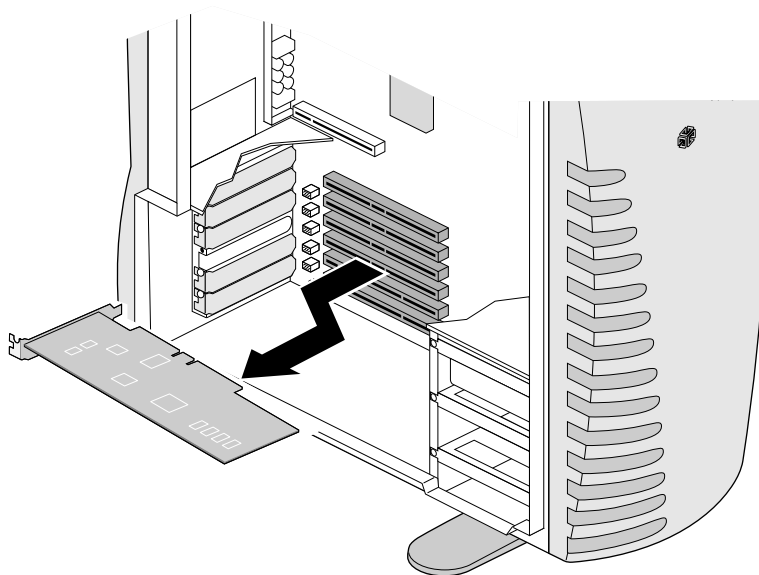

Figura 5-6 Removendo a placa PCI
6. Puxe a placa PCI em sua direção até soltar o conector e poder removê-la do chassi. Veja a Figura 5-6.